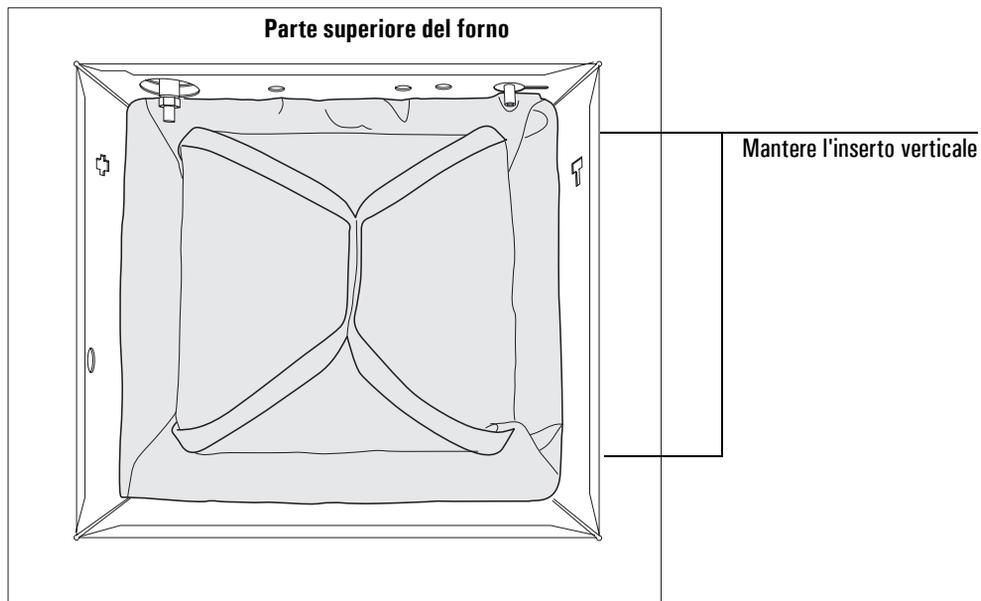

Figura 18 Inserto installato nel forno
3. Spingere la parte inferiore del tasto di inserimento in posizione, come illustrato dalla Figura 18. Tenere l'inserto in posizione verticale come illustrato.